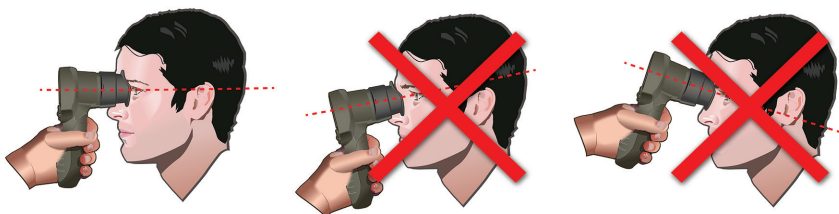

Abb. 21
- Der Bediener sollte das Instrument in einem rechten Winkel zur Sichtachse des Patienten positionieren und das Gerät so gerade wie möglich halten (Abb. 21).